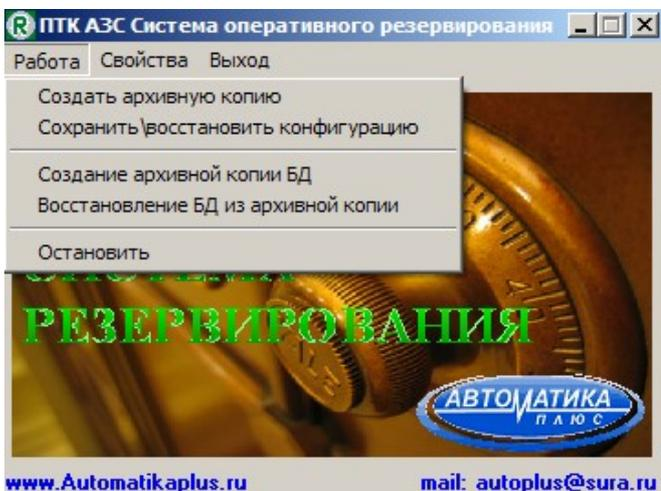
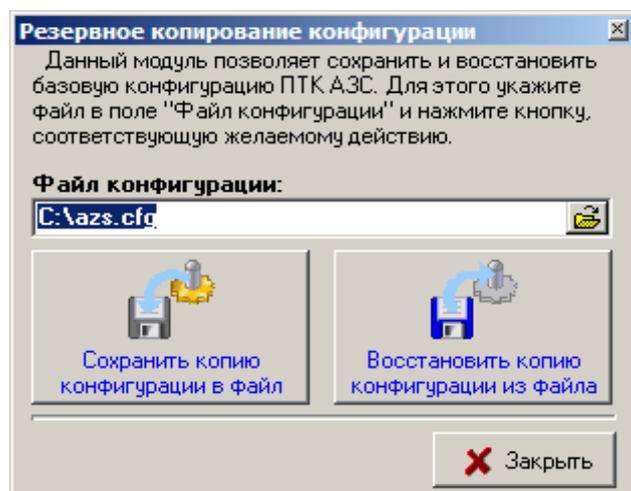

Рис. 72
Рис. 73
4. Для создания расширенной архивной копии ПТК АЗС в меню «Работа» щелкните кнопку «Создать архивную копию» (рис.72). На экране начнет отображаться процесс резервирования. По окончании процесса резервирования в каталоге c:\BACKUP появится резервная копия «ПТК АЗС.+». Для остановки процесса резервирования щелкните кнопку «Остановить».
Для резервирования только настроек программы конфигурации в меню «Работа» щелкните мышкой кнопку «Сохранить\восстановить конфигурацию» (рис.72). На экране появится окно «Резервное копирование конфигурации». В нижнем поле окна наберите имя диска, двоеточие, обратную косую черту и имя файла (см. рис.73). Щелкните кнопку «Сохранить копию конфигурации в файл». На экране высветится окно-подтверждение успешного сохранения.